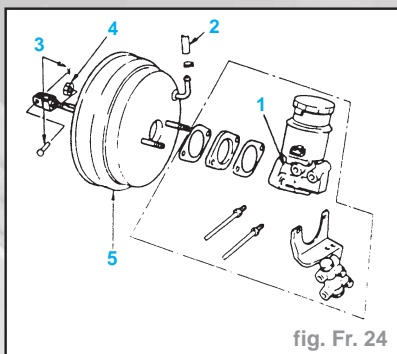

fig. Fr. 24
- Le maître-cylindre (1) (fig. Fr. 24).
- Le flexible à dépression (2), l'axe de chape (3) de la pédale de frein.
- Le servo-frein (5), les écrous (4) de l'intérieur.